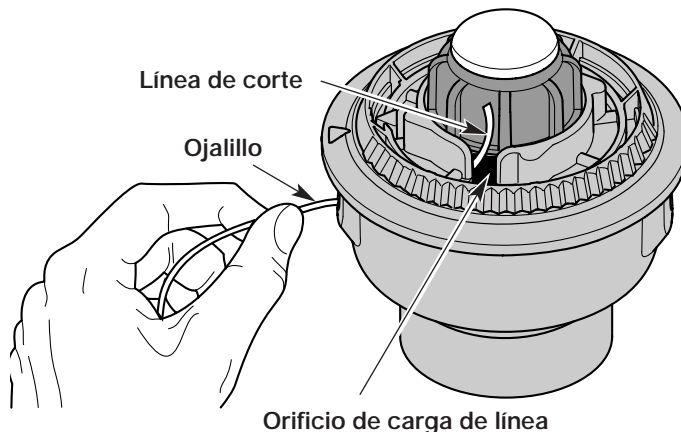

Fig. 47
3. Saque la línea vieja por los orificios de carga y de cierre de línea (Fig. 47 y 48).
4. Inserte una pieza de línea de corte dentro de uno de los ojalillos de la bobina exterior. Páselo hacia arriba a través del orificio de carga del carrete interior (Fig. 47). No doble la línea al insertarla en el ojalillo.